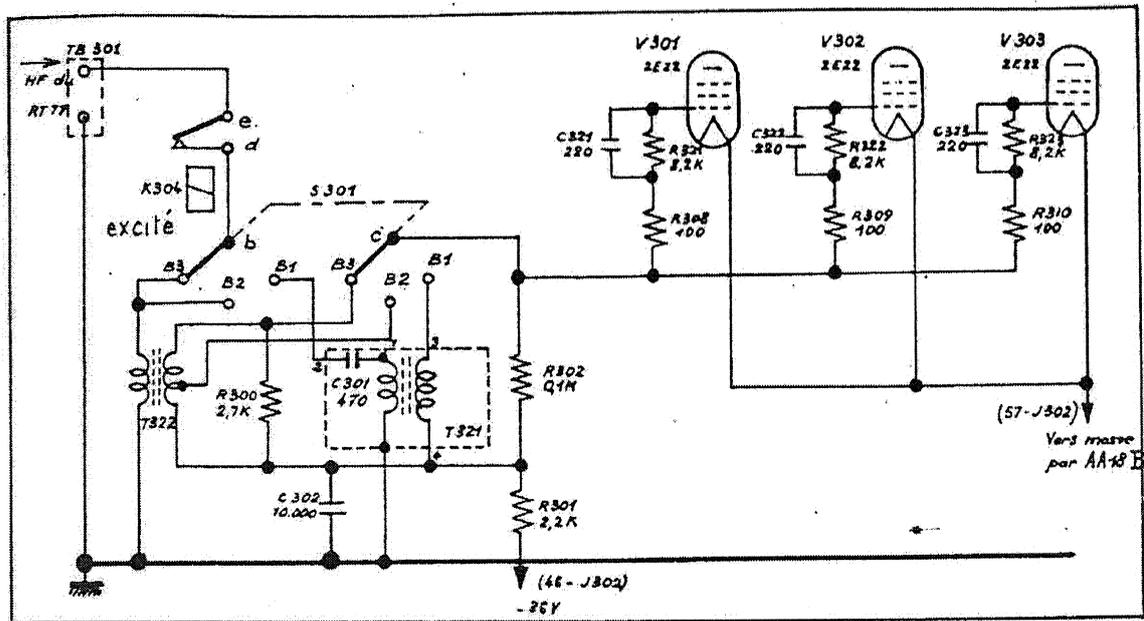

Fig. 1 - Circuit d'entrée de l'étage de puissance.
- Fig. 1 Circuit d'entrée de l'étage de puissance
Fig. 1 et 2